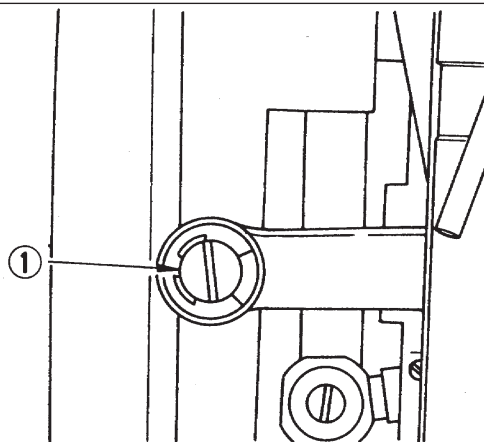

図52
ムカバーをかぶせます。この振分けは工場できちんと調整してあります。次に0点で針落ちが針板の溝の中心にこないとき、針落ちを正しく合わせるのは面板を外して偏心軸止ネジをゆるめ、偏心軸（図52 ①）をドライバーでわずかに廻しながら針落ちを見て正しい位置に合わせるのです。